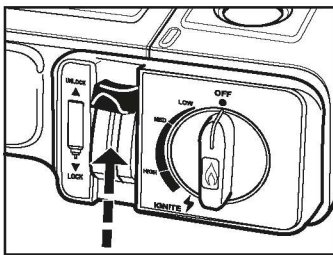

Рис. 14
- Поднимите рычаг фиксации газового баллончика в положение UNLOCK («Освобожден») для отсоединения баллончика от регулятора (смотрите рис.14).